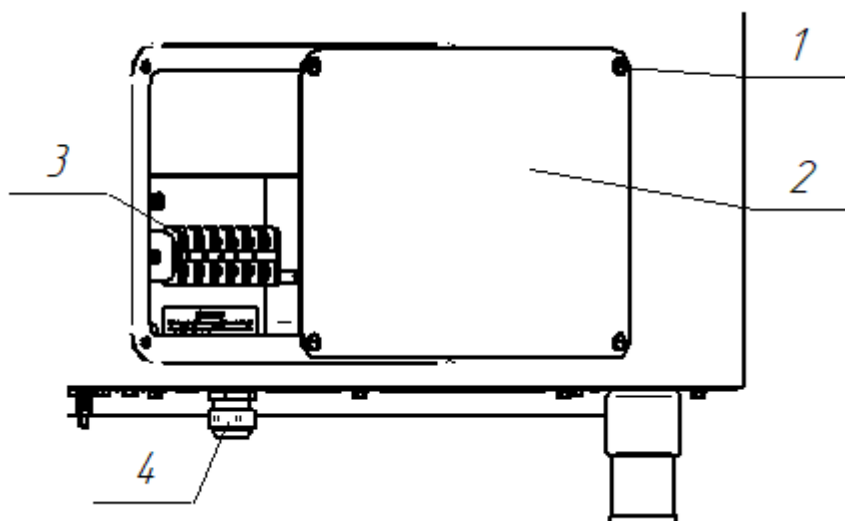

Рис. 2 Замена шнура питания.
- 3) используя крестовую отвертку, открутить винты поз. 1 (см. Рис. 2)